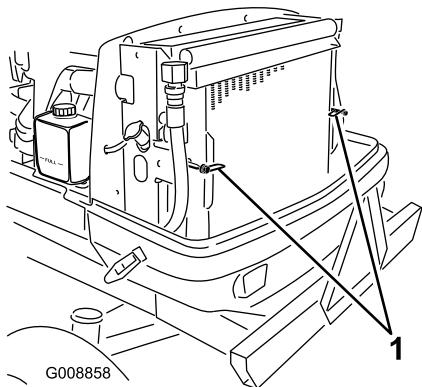

Figura 79
2. Gire los enganches (Figura 79) que sujetan el enfriador de aceite al bastidor.